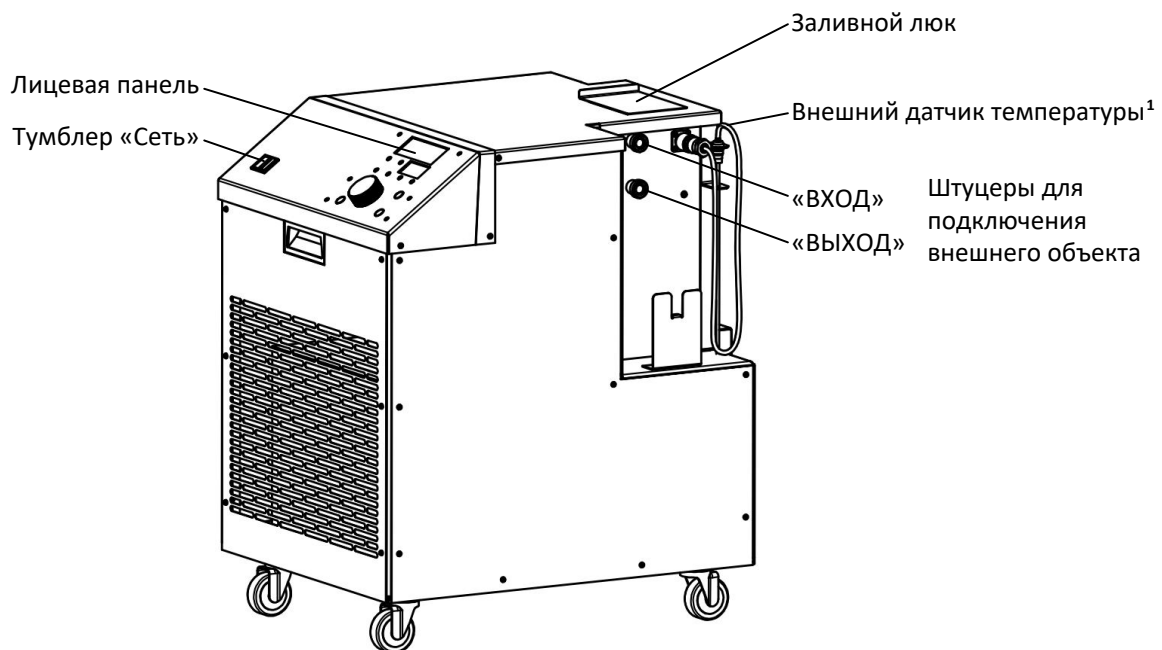
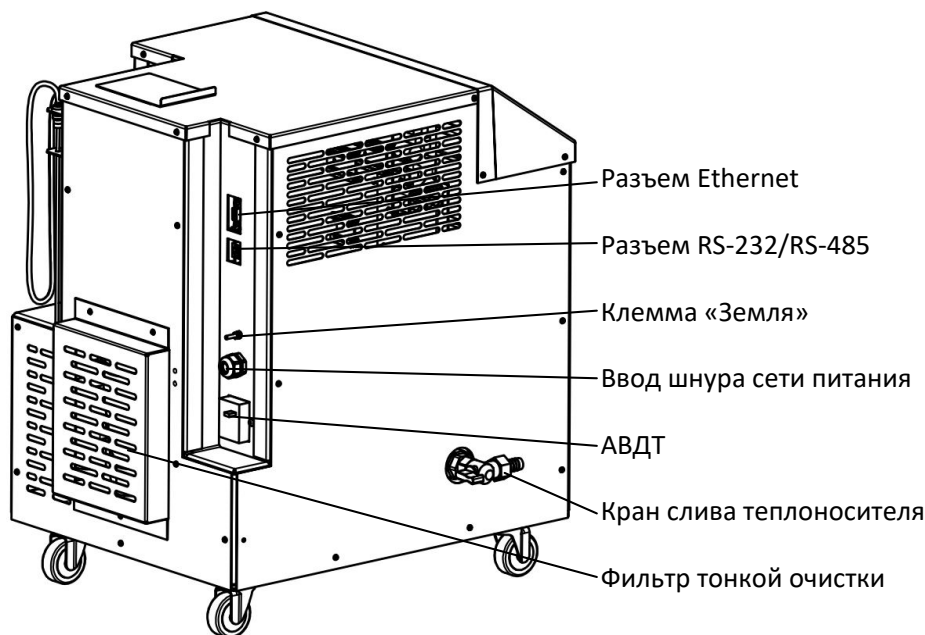
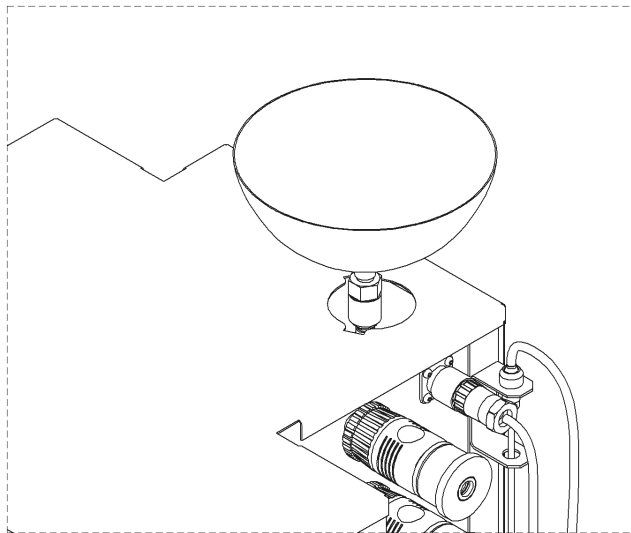

Рисунок 1 – Вид спереди
Рисунок 3 – Вид сзади
Рисунок 5 – Установка воронки
На правой стенке расположены **штуцеры для подключения к внешним объектам** и **внешний датчик температуры1** (см. рисунок 1). Циркуляция теплоносителя из термокриостата в термостатируемое внешнее устройство, например, в блок термостатирования проб БТП-1 и обратно осуществляется при помощи встроенного центробежного насоса.
На задней стенке (см.рисунок 3) находятся **разъем Ethernet** и **разъем RS-232/RS-485** для подключения внешнего устройства, **клемма «Земля»**, **шнур сети питания**, **дифавтомат (АВДТ)** и **фильтр тонкой очистки**.
Термокриостат включается **тумблером «Сеть»** (см.рисунок 1), расположенным на **лицевой панели**. Тумблер **дифавтомата АВДТ** (см.рисунок 3) используется для автоматического отключения термокриостата в случае возникновения аварийной ситуации. Также на лицевой панели находятся **кнопки управления**, два **цифровых индикатора** и **светодиоды**, отражающие состояние термокриостата.
3.1.2 Заземлить термокриостат подключением к клемме заземления (см. рисунок 3 на странице 4). В качестве шины заземления использовать контур заземления.
3.3.1 Подключить термокриостат к сети питания, включить его тумблером «Сеть» (см. рисунок 1 на странице 3).
4.2.3 Режим работы термокриостата – непрерывный. После окончания работы термокриостат выключается тумблером «Сеть» (см. рисунок 1 на странице 3).
4.3.2 Для термостатирования на основе данных внешнего датчика температуры необходимо подключить внешний датчик температуры (см. рисунок 1 на странице 3) и установить чувствительную часть датчика в объект термостатирования.
4.4.4.2 Подсоединить воронку из комплекта поставки в заливной штуцер термокриостата (см. рисунок 5)
- 4.6.2 При необходимости слить теплоноситель. Для этого необходимо подсоединить воронку из комплекта поставки в заливной штуцер термокриостата (см. рисунок 5), установить емкость для слива теплоносителя и открыть кран (см. рисунок 3 на странице 4).